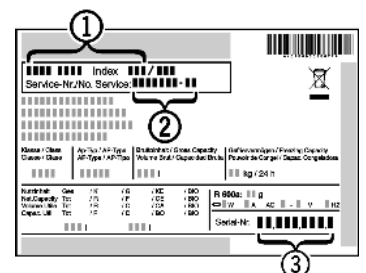

Fig. 53
- ▶ Apparaataanduiding Fig. 53 (1), servicenummer Fig. 53 (2) en serienummer Fig. 53 (3) van het typeplaatje aflezen. Het typeplaatje bevindt zich aan de binnenkant van het apparaat.